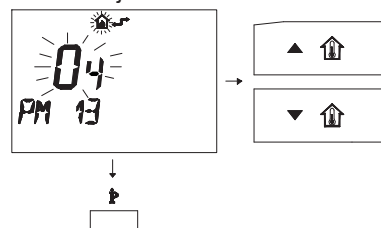

Fig. 5.51
- Modifique el punto de consigna programado mediante los botones o y espere a que el número programado comience a parpadear (Fig. 5.51).